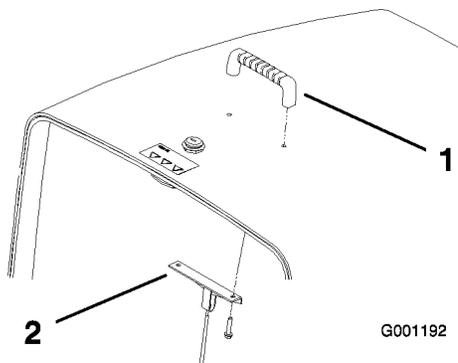

図 5
2. ネジ2本を使って、取っ手とフード・ケーブル・ブラケットをフードに取り付ける (図 5)。